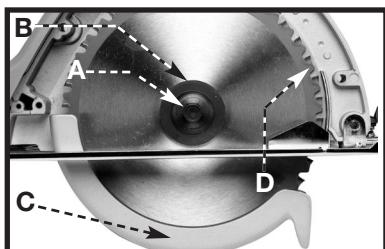

Fig. 9
5. Mientras sujeta el cierre de la hoja (B) Fig. 7, use la llave suministrada para aflojar el perno de retención de la hoja (A) Fig. 9.
6. Quite el perno de retención de la hoja, suelte el cierre de la hoja y quite la pestaña exterior de la hoja (B) Fig. 9.
2. Limpie la pestaña interior de la hoja y coloque la hoja nueva en el eje portaherramienta, asegurándose de que los dientes queden orientados hacia arriba como en la Fig. 9. **NOTA:** Utilice solamente las láminas que tienen un girándolo de 20mm, y que son para 4200 RPM o más arriba clasificadas.
4. Substituya y apriete a mano de la'mina-retencio'n (A) Fig. 9 del perno, dándole vuelta a la derecha.
El protector telescópico (C) Fig. 9, es un dispositivo de seguridad muy importante para su protección. Cada vez que use la sierra, vea que el protector telescópico gire libremente y que regrese rápidamente y completamente a su posición cerrada. Antes de cada uso, limpie el área alrededor del cubo (eje) (B) del protector telescópico de todo el aserrín, la resina y etc. que se haya acumulado.(refiera a "QUITAR LOS ESCOMBROS") NO LUBRIQUE ESTA AREA. El cubo tiene una superficie con una capa de lubricante seco y no necesita aceite. NUNCA estorbe o encaje cuñas (piezas de madera) en el protector del disco para mantenerlo en la posición abierta.